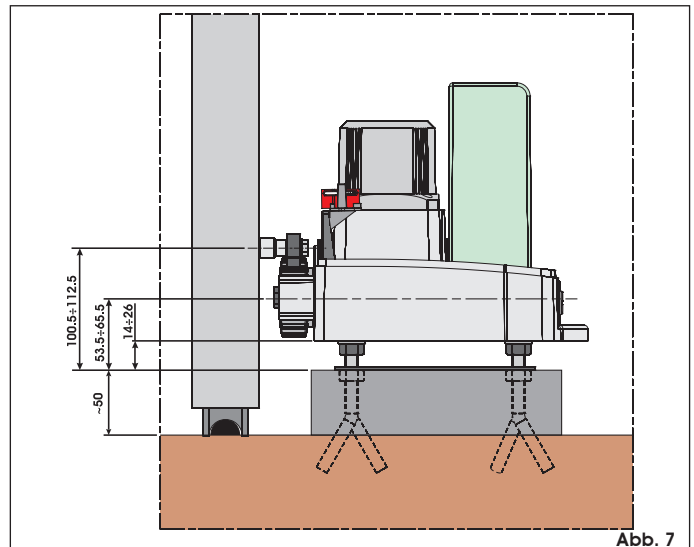
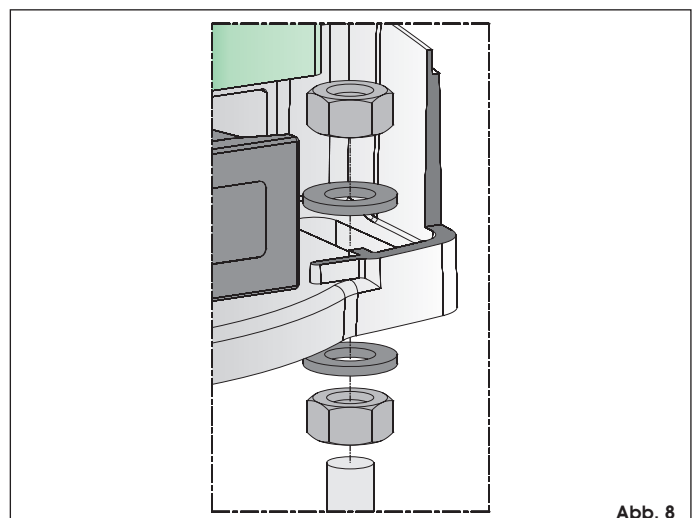

Abb. 7
Abb. 8
Die Platte sollte auf einer Betonunterlage etwa 50 mm vom Boden positioniert werden (Abb. 7).
7. Den Antrieb mit Hilfe der im Lieferumfang enthaltenen Schrauben und Unterlegscheiben an der Grundplatte befestigen, siehe Abb. 8. Die Positionierung des Antriebs ist in Abb. 7 angegeben. Während dieses Vorgangs die Stromkabel durch die entsprechende Öffnung an der Unterseite des Körpers des Getriebemotors durchziehen.